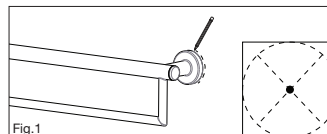

Fig. 1
- À l'aide d'un crayon, marquez le centre des emplacements de montage de chaque côté du produit. (Fig. 1)